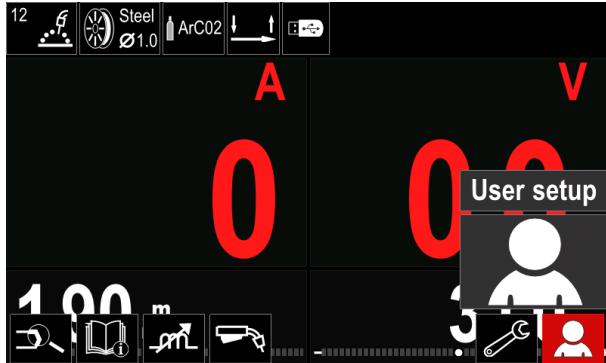

Figura 16
- Acceder a la "Configuración de usuario" (véase la Figura 16.)